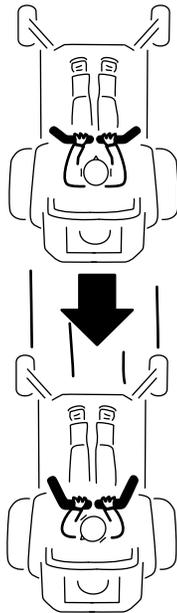

Figuur 24
2. Om vooruit te rijden, duwt u de rijhendels langzaam naar voren (Figuur 24).